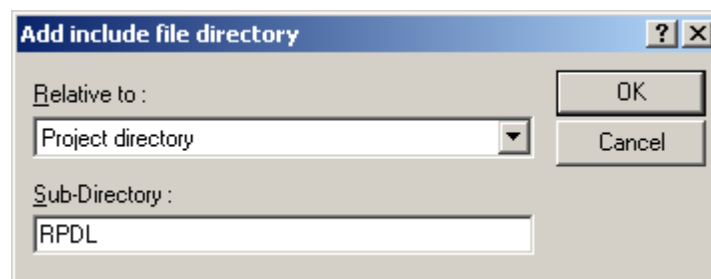

図 2.5 RPDL フォルダのインクルード
- ステップ 2.20 表示されるウィンドウで、"Relative to" ドロップダウンを"Project directory"に変更して、"Sub-Directory"欄に"RPDL"を入力します。ウィンドウは図 2.5 のようになります。"OK"をクリックします。